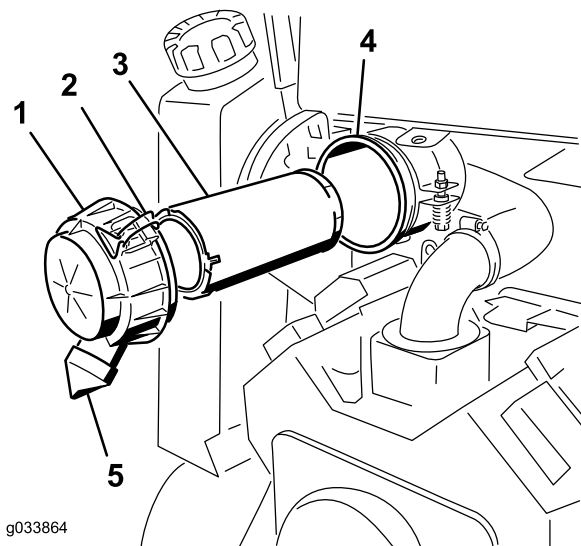

Figura 33
Importante: Revise el filtro del limpiador de aire únicamente cuando el indicador de mantenimiento se ve rojo (**Figura 33**). El cambiar el filtro antes de que sea necesario sólo aumenta la posibilidad de que entre suciedad en el motor al retirar el filtro.
4. Abra los cierres del limpiador de aire y tire de la tapa de la entrada de aire para separarla del cuerpo del limpiador de aire (**Figura 33**).
1. Extraiga con cuidado el filtro primario del cuerpo del limpiador de aire (**Figura 33**). Evite golpear el filtro contra el lado de la carcasa.
3. Introduzca cuidadosamente el filtro primario en el cuerpo del filtro (**Figura 33**). Asegúrese de que está bien asentado empujando sobre el borde exterior del filtro mientras lo instala.
4. Instale la tapa del limpiador de aire con el lado marcado “UP” hacia arriba, y fije los cierres (**Figura 33**).